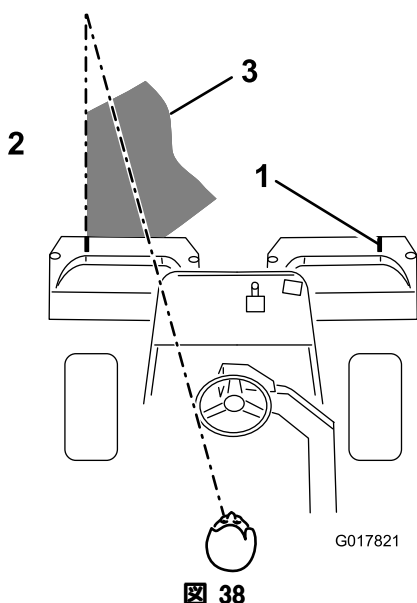

図 38
3. 行きと帰りでのオーバーラップができるだけ小さくなるように運転します。隣の列との距離を一定に保って直進するには、本機の前方約2～3mを視野に捕らえておくのがポイントです（図 38）。ハンドルを目印にして距離を合わせても良いでしょう。その場合、ハンドルの縁と本機前方の目標ラインとを重ねて見ながら運転します（図 38）。